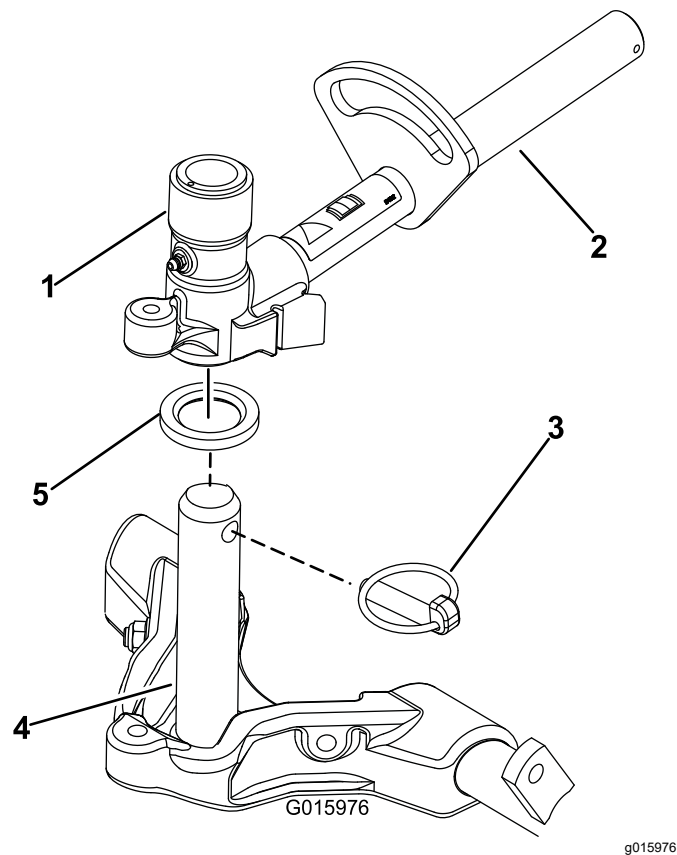

Figura 16
9. Rivestite l'albero del telaio portante di grasso pulito (Figura 16).
10. Per gli elementi di taglio anteriori, infilate un elemento di taglio sotto il braccio di sollevamento mentre inserite l'albero del telaio portante nella forcella di articolazione del braccio di sollevamento (Figura 16). Assicuratevi che la rondella di spinta sia in posizione corretta sull'albero del telaio portante.
11. Fissate l'albero del telaio portante alla forcella del braccio di sollevamento con il perno di ritenuta (Figura 16).
- B. Inserite la forcella del braccio di sollevamento nell'albero del telaio portante (Figura 16).